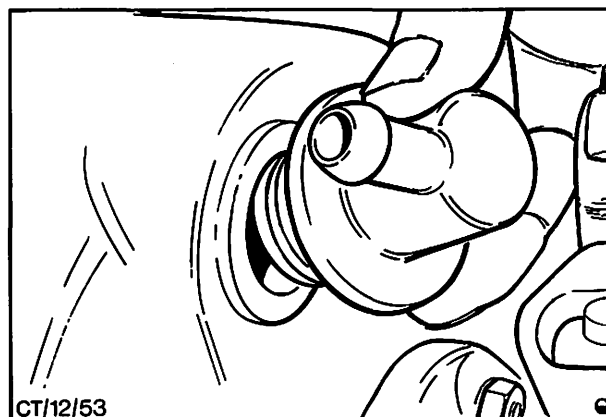

Abb. 87 Rückschlagventil aus dem Bremsverstärker ausbauen
2. Lage des Auslaßstutzens am Rückschlagventil beachten, dann Rückschlagventil aus der Gummütülle in der Vorderseite des Bremsverstärkers herausdrücken. Abb. 87